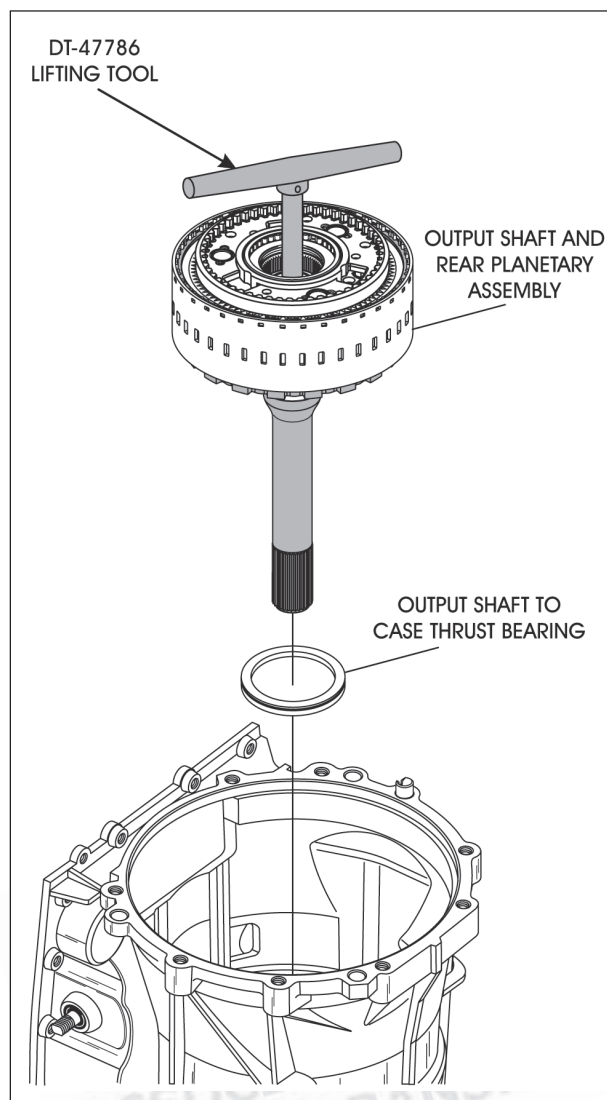

Figura 51
14. Remova o carregador de saída e o eixo de saída utilizando a ferramenta alçadora DT-47786, conforme mostra a figura 51